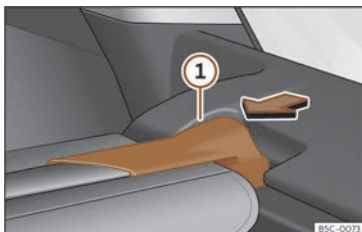

Fig. 176 Al maleters: desmuntar la safata.
- Premeu el suport de la safata >>> **fig. 176** ① en el sentit de la fletxa.
- Encaixeu el suport de la safata >>> **fig. 176** ② en l'allotjament de l'altre costat.